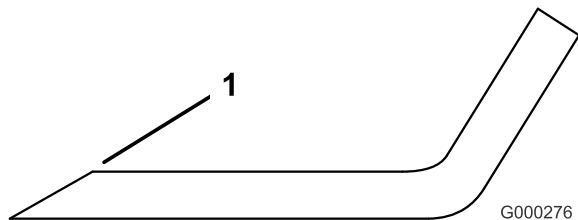

図 29
3. 全部のブレードの刃先を丁寧に点検する。刃先が鈍くなっていたり欠けていたりした場合には研磨する。研磨は刃先の上面だけに行い、刃の元々の角度を変えないように十分注意する図 29。ブレードの左右を均等に削れば、バランスを狂わすことなく研磨を行うことができる。